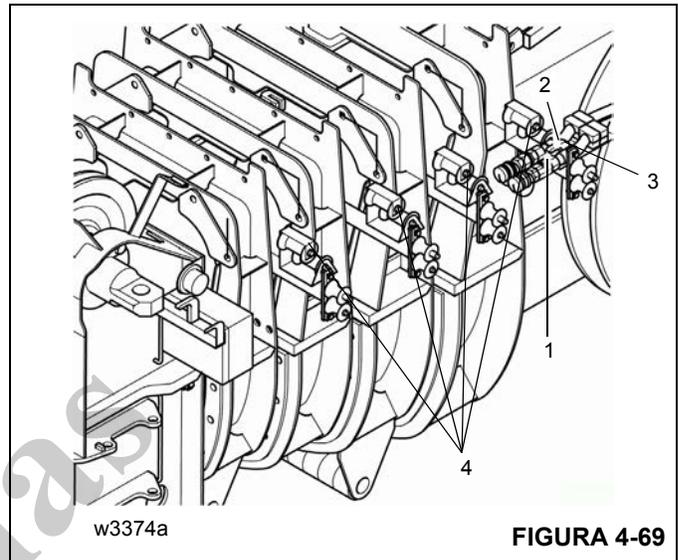

FIGURA 4-69
Se a lança principal for usada por períodos mais longos, as conexões hidráulicas do tambor da mangueira devem ser colocadas na posição de operação da lança principal. Consulte *Posição para trabalhar com a lança principal*, página 4-28 nesta seção e (Figura 4-69).
- Remova as mangueiras hidráulicas dos roletes-guia (4) (Figura 4-69).
- Libere o alívio de tensão do suporte (3) e prenda o alívio de tensão no suporte (1).